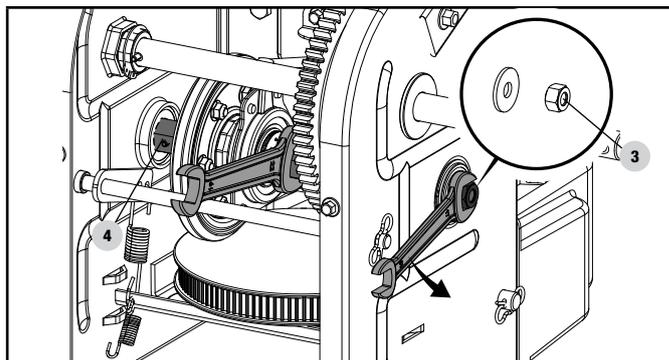

Figure 49
4. Enlevez prudemment l'écrou hexagonal M10 (3) qui fixe l'arbre hexagonal (4) au châssis de la souffleuse à neige, puis tapotez doucement sur l'extrémité de l'arbre pour déloger le roulement à billes du côté droit du châssis. (figure 49)